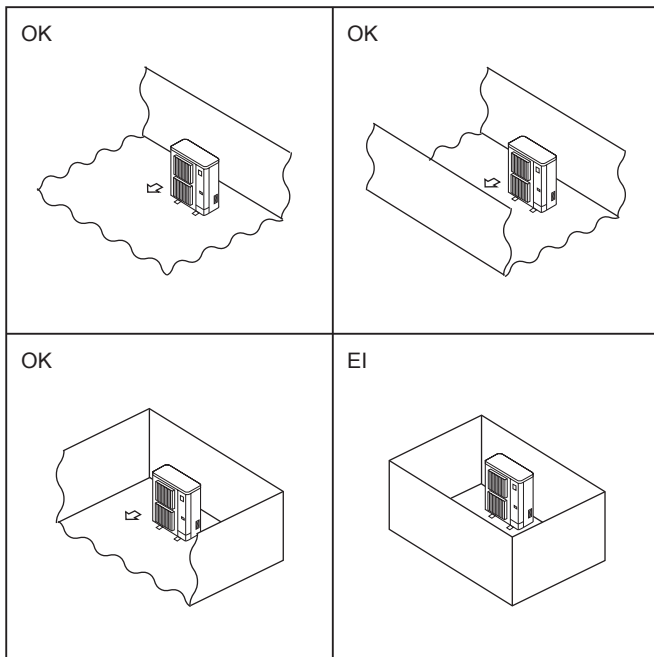

Fig. 2-1
- ⊙ Paigaldage välisseadmed kohta, kus vähemalt üks neljast küljest on avatud ja piisavalt avaras kohas, mis ei ole nõgus. (Fig. 2-1)